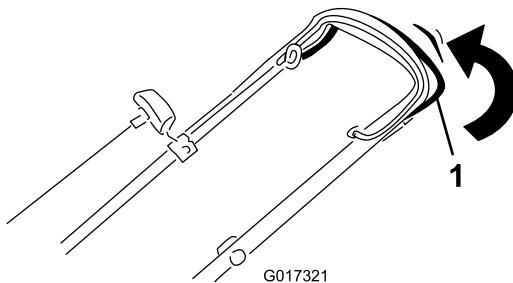

Figure 19
- Pour engager l'autopropulsion : serrez et maintenez la barre d'autopropulsion contre le guidon (Figure 19).